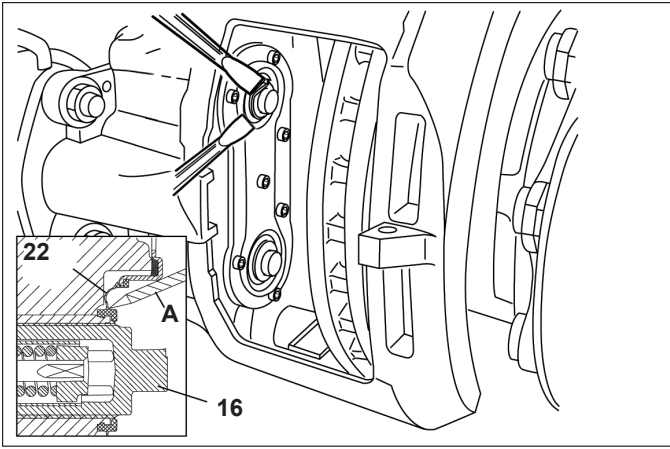

Figure 50 – Dépose du joint interne
5.5.8 Cf. Figure 50. Enlever délicatement le joint interne avec un ou deux tournevis à lame plate, tel qu'illustré. Mise en garde : Insérer à peine les tournevis, de sorte qu'ils ne touchent pas les tubes filetés. L'endommagement des tubes exigera le remplacement du frein.